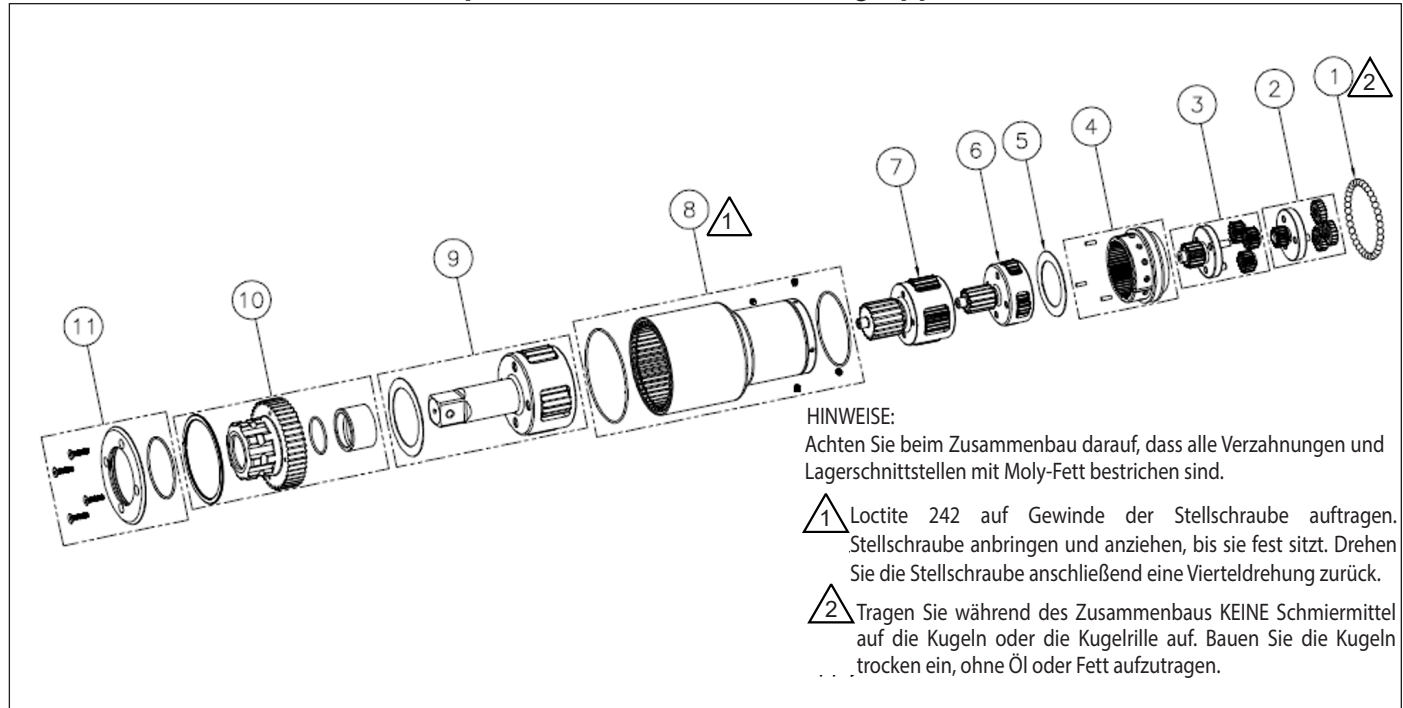

Abbildung 10: TW3000SR Getriebe-Baugruppe
9.6.1 Tabelle der Teile (Abbildung 10)